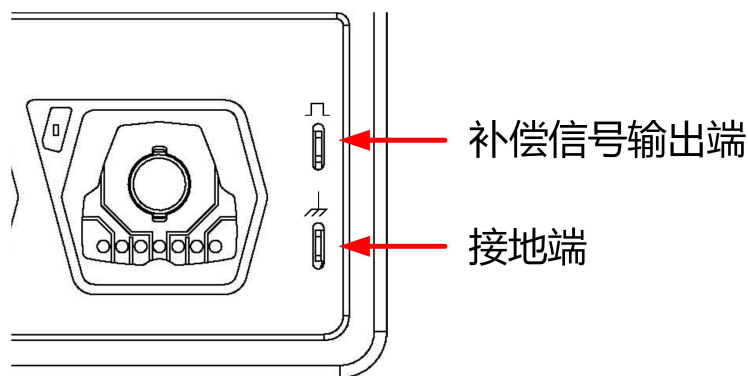

图 5.5 补偿信号
2. 将探头的接地鳄鱼夹连接至图 5.5 所示的“接地端”。
3. 使用探头连接示波器的通道 1（CH1）输入端和图 5.5 所示的“补偿信号输出端”。